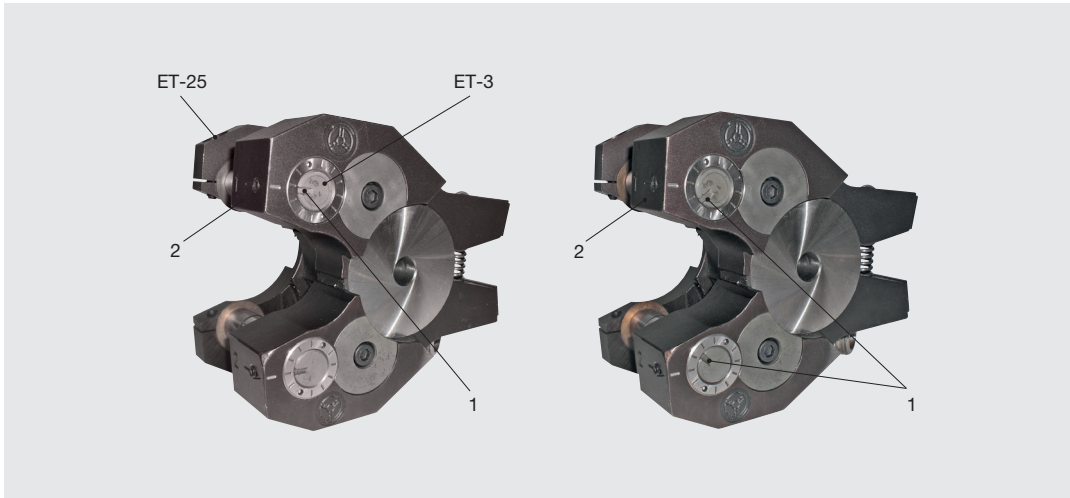

Abb. 23: Achsneigung korrigieren
- Nun kann die Rollachse (3) ein Stück herausgezogen und verdreht werden.
Die Rollachsen sind auf der Getriebearmseite mit einem Schlitz (1) markiert. Dieser zeigt in der Nullstellung auf die Markierung (2) am Rollkopfarm (siehe Abb. 23-links). Um den Werkstückflanken-Ø an der schmalen Armseite zu vergrößern, drehen Sie den Schlitz beider Achsen um den gleichen Betrag gegeneinander zur Innenseite des Rollkopfs, wie in Abb. 23-rechts zu sehen. Wollen Sie den Werkstückflanken-Ø auf der schmalen Armseite verkleinern, drehen sie die Markierungen nach außen.